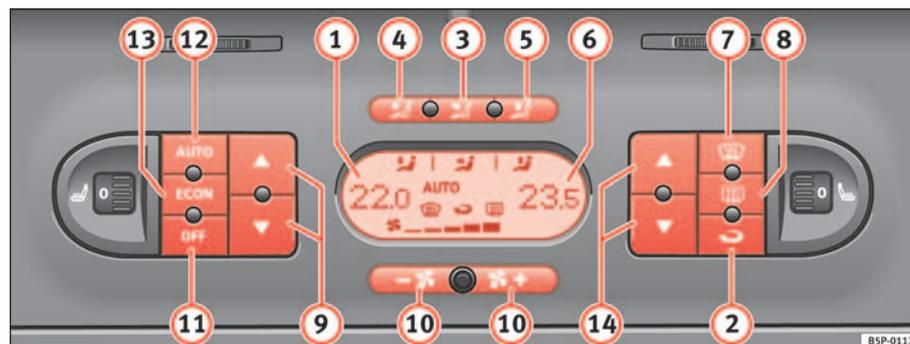

Fig. 126 Mandos del 2C-Climatronic en el tablero de instrumentos
- Pulse las teclas de regulación de temperatura ⇒ página 163, fig. 126 **9** ó **14** para ajustar la temperatura del lado izquierdo y derecho respectivamente.
- Pulse la tecla  ⇒ página 163, fig. 126. Aparece “AUTO” en el display.